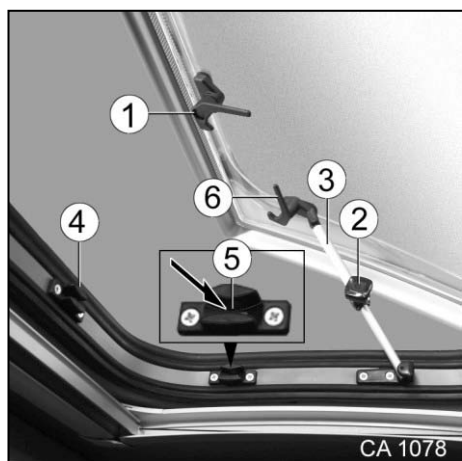

Fig. 59 Lanterneau Skyroof
1. Déverrouiller le levier de verrouillage (Fig. 59/1). Pour cela, appuyer sur le bouton de blocage respectif.
2. Déverrouiller le levier de verrouillage (Fig. 59/6).
4. Fixer le lanterneau avec des molettes (Fig. 59/2) aux compas d'arrêts montés sur les côtés (Fig. 59/3).
1. Tourner les molettes (Fig. 59/2) dans le sens anti-horaire jusqu'à ce que le dispositif de fixation soit desserré.
3. Verrouiller les quatre leviers de verrouillage (Fig. 59/1 et 6) aux supports (Fig. 59/4).
1. Déverrouiller les quatre leviers de verrouillage (Fig. 59/1 et 6) sur le lanterneau.
3. Verrouiller les quatre leviers de verrouillage (Fig. 59/1 et 6) dans les évidements (Fig. 59/5) des supports (Fig. 59/4).